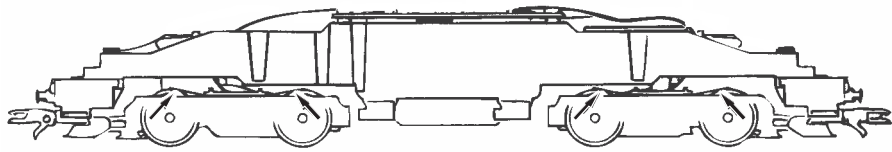

Fig. 6
**3. Haftreifenwechsel:** Zuerst den Getriebedeckel abnehmen (Fig. 6). Danach den **Radsatz** herausnehmen und die **Haftreifen** mit einer Nadel od. mit einem feinen Schraubendreher abziehen (Fig. 6). Beim Aufziehen der neuen Haftreifen darauf achten, dass diese sich nicht verdrehen.
**3. Change of traction tyre:** Remove the gear cover (fig. 6). Take out **wheel set** and remove **traction tyre** using a pin or a fine screwdriver (fig. 6). When pressing on the new traction tyre please **avoid twisting it**.
**1. Nettoyage des lames de courant aux roues:** Les lames de contacts risquent de s'encrasser rapidement sur des voies poussiéreuses. Veuillez **enlever la poussière** aux endroits marqués à la fig. 6 à l'aide d'un petit pinceau souple.
**3. Échange des bandages d'adhérence:** Démontez d'abord **le couvercle du carter des engrenages** des engrenages (fig. 6). Délogez ensuite les essieux bandagés et enlevez, à l'aide d'une aiguille ou d'un tourne-vis fin, les bandages d'adhérence (fig. 6). Lors du montage des nouveaux bandages veuillez veiller à ce que les bandages **ne soient pas tordus**.